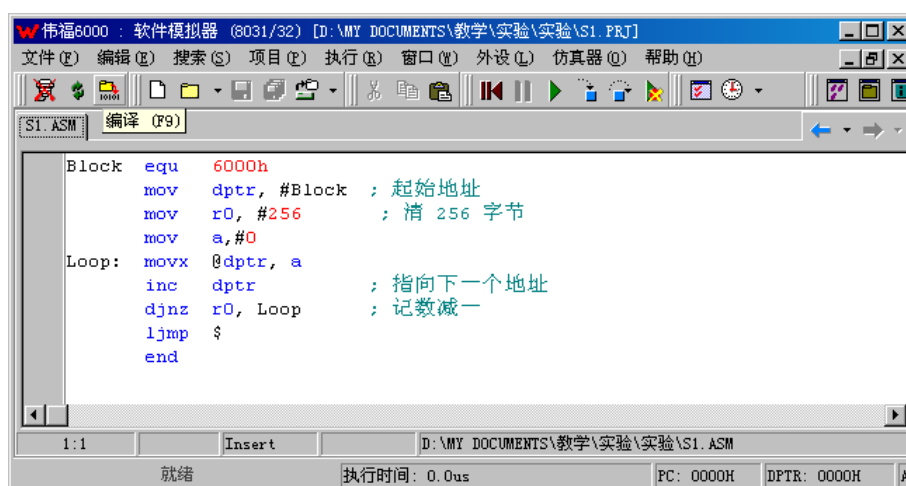
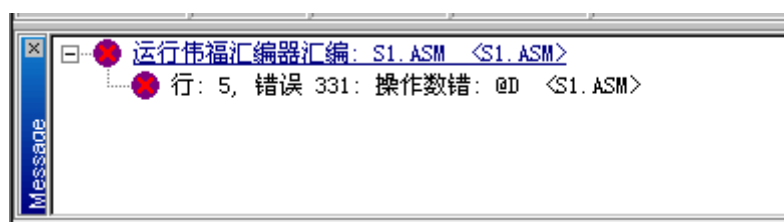
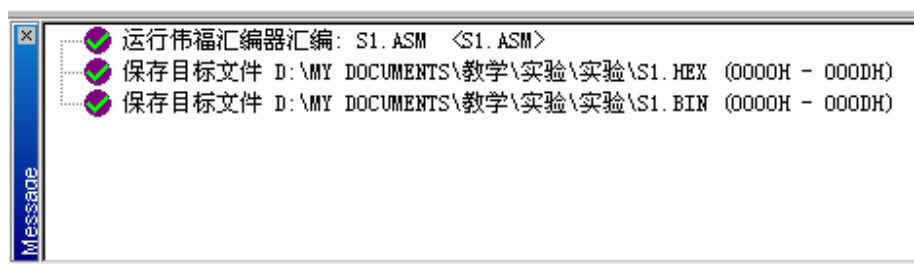

图 6.16 对已保存的项目进行编译连接
图 6.17 编译连接出错信息
图 6.18 编译连接正确信息
(4) 单击快捷工具栏中的“编译”图标 (或 F9 键)，对刚才保存的项目进行编译和连接，如图 6.16 所示。在编译之前，软件会自动将项目中的源程序文件存盘。如果发生编译连接错误，则在“信息窗口”中报告如图 6.17 所示编译连接出错信息。此时可将鼠标指向“信息窗口”中的错误行并双击鼠标左键，光标将自动跳转到编辑窗口中源程序的相应出错位置，便于用户修改。修改源程序文件并保存之后，重新进行第(3)步。如果编译连接通过，将在“信息窗口”中报告如图 6.18 所示编译连接正确信息。此时就可以对源程序进行调试了。